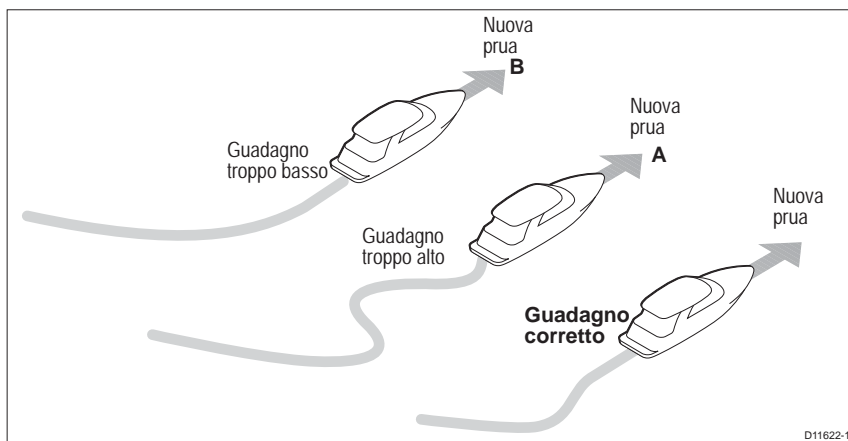

Figura 2-3 Risultato di diversi valori di guadagno timone
- Un guadagno alto produrrà una deviazione eccessiva e un conseguente ritorno sulla rotta con un angolo nettamente superiore ai 5° (si veda **A** nella *Figura 2-3*).
- Allo stesso modo, un guadagno troppo basso produrrà una deviazione troppo lenta (**B** nella *Figura 2-3*).